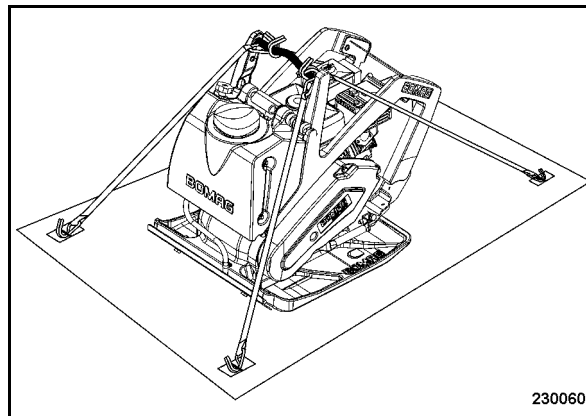

рис. 33
- Закрепить машину на транспортном средстве, при этом произвести крепление к поперечине (рис. 33).